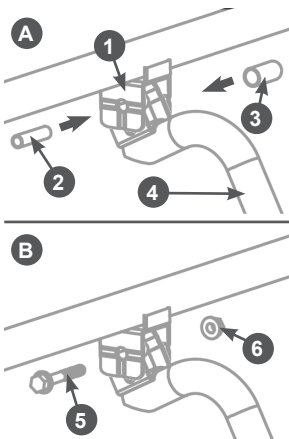

Рис. 8 Установка транспортировочной рукоятки
5. Установите транспортировочные рукоятки. Схема установки рукоятки показана на Рис. 8.
Сначала вставьте рукоятку 4 в кронштейн 1, затем вставьте внутрь рукоятки 4 распорную втулку 3 (Рис. 8А).
После этого совместите отверстия в кронштейне, рукоятке и втулке и вставьте в полученное отверстие втулку 2 (Рис. 8А). Окончательно закрепите рукоятку болтом 5 и гайкой 6 (Рис. 8В).